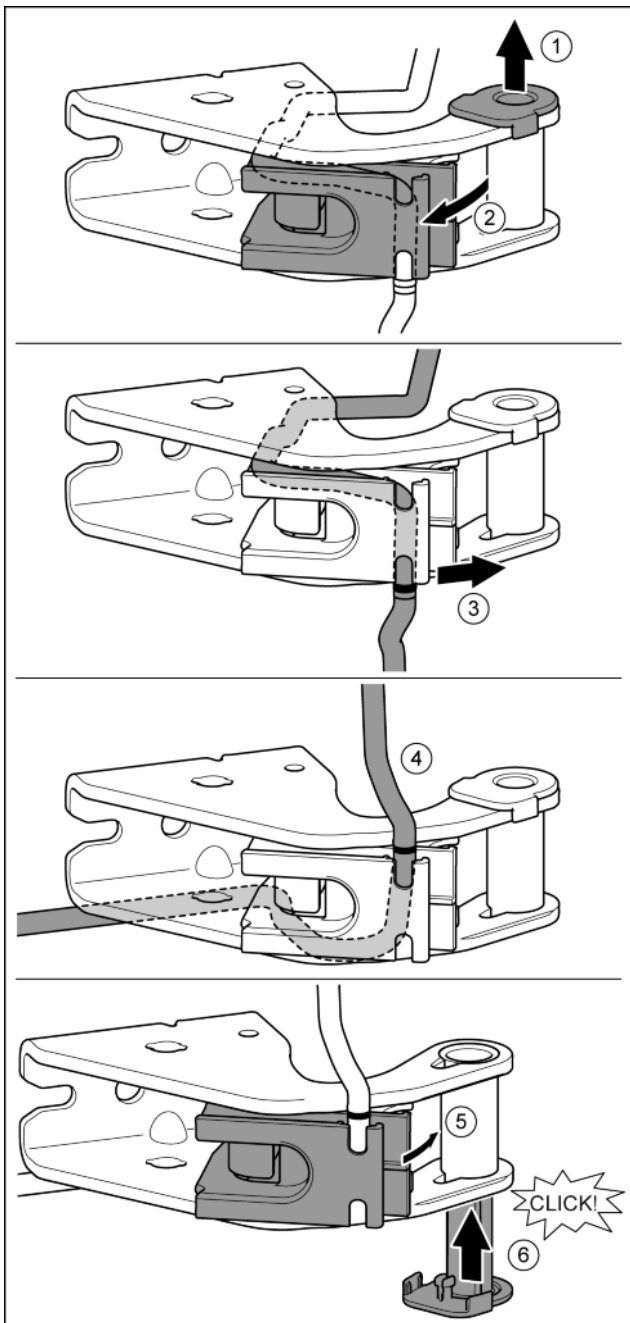

Fig. 26
- ▶ Tuleję łożyskową wyjąć z prowadnicy. Fig. 26 (1)
- ▶ Odchylić mocowanie kabla. Fig. 26 (2)
- ▶ Wyjąć szary kabel z prowadnicy. Fig. 26 (3)
- ▶ Kabel założyć odwrotnie. Fig. 26 (4)
- ▶ Wsunąć mocowanie kabla. Fig. 26 (5)
- ▶ Tuleję łożyskową założyć z drugiej strony i zazębić. Fig. 26 (6)